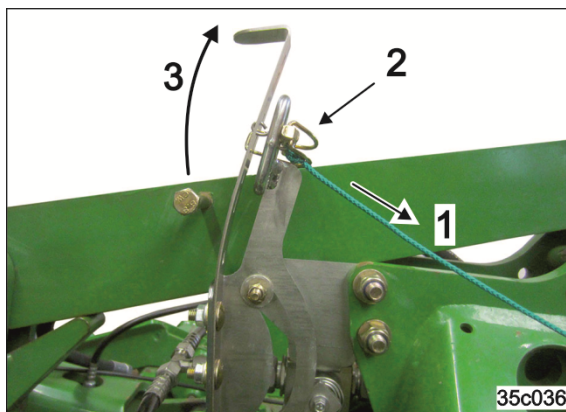

Рис. 134
1. Потяните за белый трос и протяните проушину через кулису (Рис. 134/1).
2. Зафиксируйте проушину пружинным фиксатором (Рис. 134/2).
3. Крючок зафиксирован в самом переднем положении, винт не может коснуться его (Рис. 134/3).